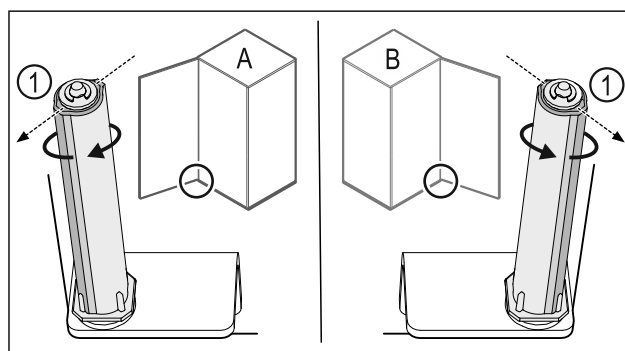

Fig. 40 Levo omejilo (A) / desno omejilo (B)
- Obrnite zaporni sistem proti upor, dokler ni mostiček zapornega sistema Fig. 40 (1) obrnjen navzven.